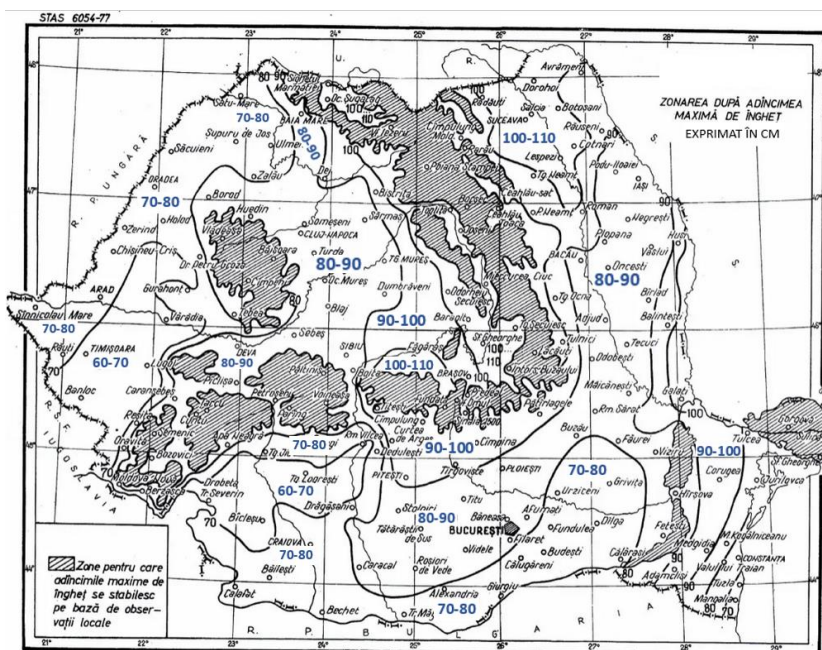

Fig. 2
- Adâncimea de fundare: Conform STAS 6054/77, pornind de sub limita de îngheț a solului specific fiecărei zone din țară, vezi Fig.2, fundația trebuie să fie la o adâncime de până la 110 cm. Astfel se evită formarea fisurilor în structura gardului.